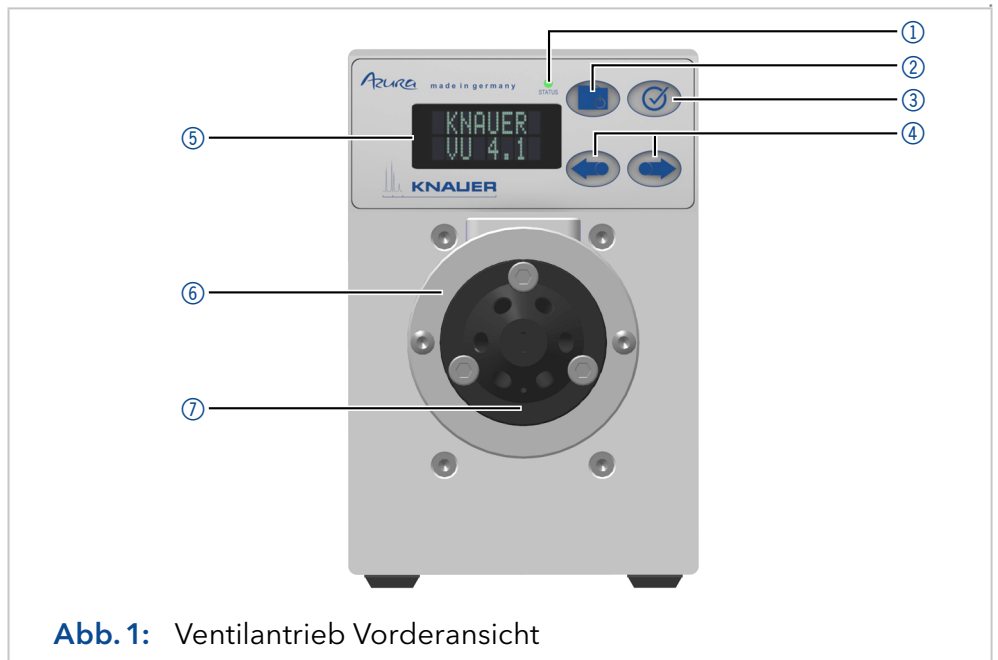

Abb. 1: Ventilantrieb Vorderansicht
Der Status des Geräts wird durch eine LED auf der Vorderseite angezeigt (s. Abb. 1 Nummer ①). Die Farbe der LED zeigt den aktuellen Status an.